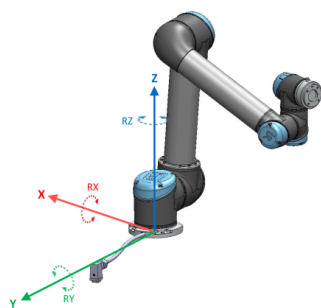

Figure 16.1: ベースのフィーチャー
- ベースフィーチャーは、ロボットベース中心を起点に位置します（図 16.1 参照）